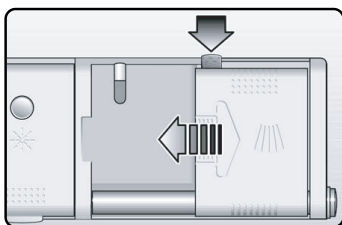

Figure 22/Ilus. 22
1. If the detergent dispenser cover is closed, open it by pressing the blue release tab **into the dispenser as shown** in Figure 22. The cover will slide open to the left. **Note: Pushing down on the release tab will not open the cover.**
1. Si le couvercle est fermé, l'ouvrir en pressant la languette de dégagement **dans le distributeur** comme à la figure 22. Le couvercle s'ouvre vers la gauche.
1. Si la cubierta del surtidor de detergente está cerrada, ábrala por medio de oprimir la lengüeta de desenganche azul **hacia adentro del surtidor** tal como muestra la Ilustración 22. La cubierta se desliza hacia la izquierda. **Nota: La cubierta no se abre cuando se oprime la lengüeta de desenganche.**